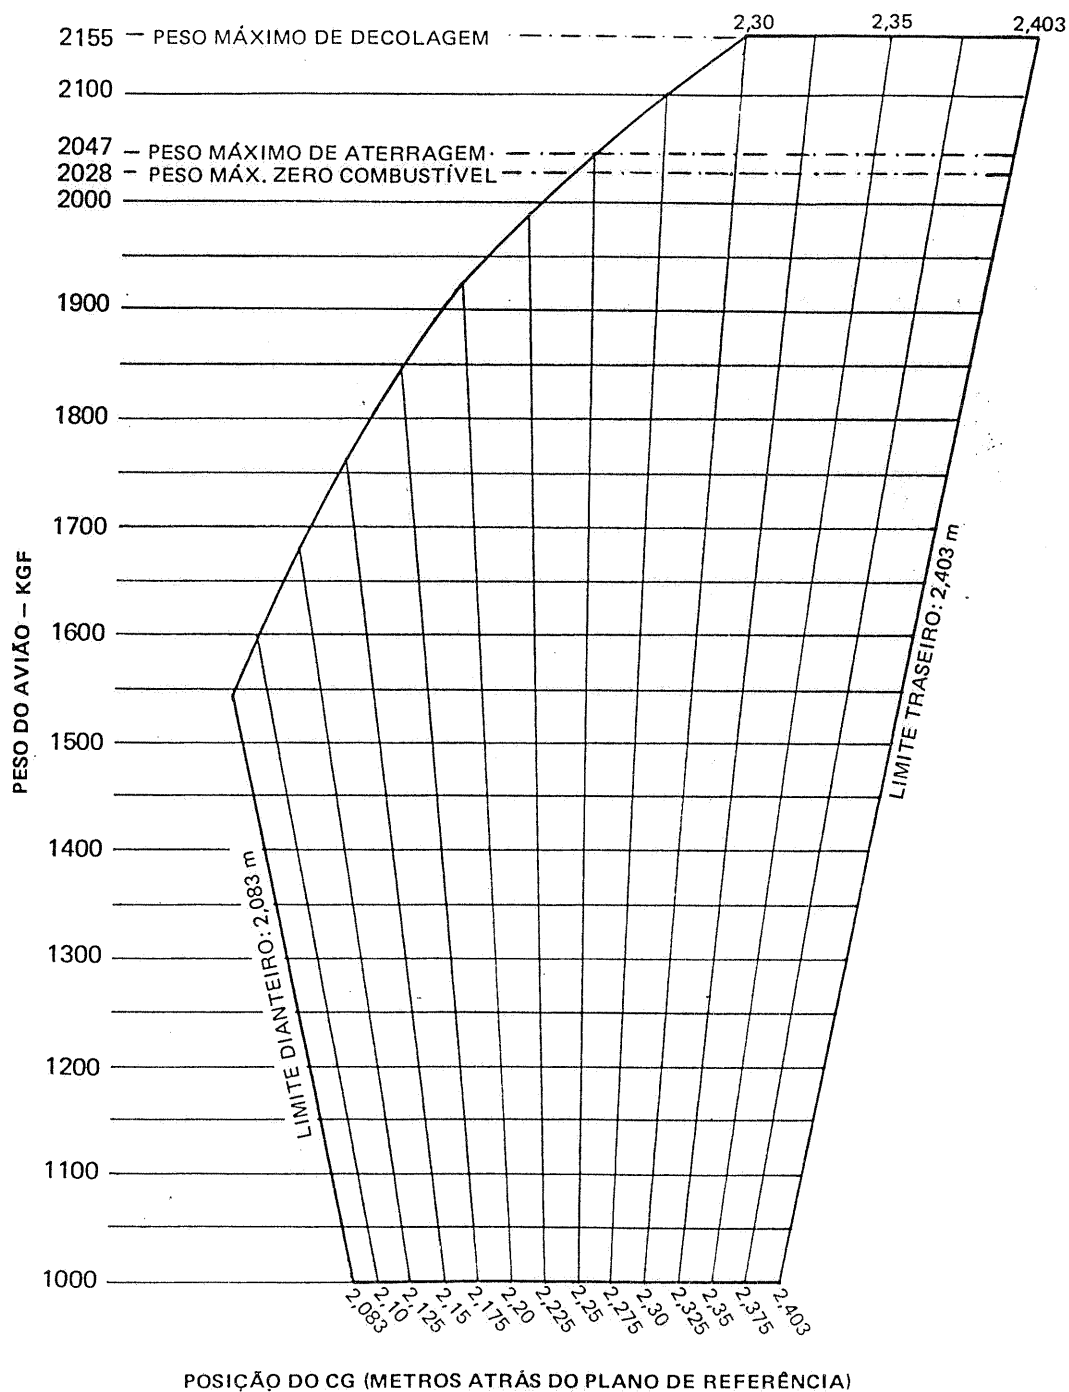

Figura 6-8. Limites de Peso e C.G. do Avião
- e. Empregando os valores dos itens a. e d., localize um ponto no gráfico de peso versus C.G. (figura 6-8). Se o ponto estiver dentro dos limites do envelope de peso versus C.G., o carregamento satisfaz os requisitos de peso e balanceamento.